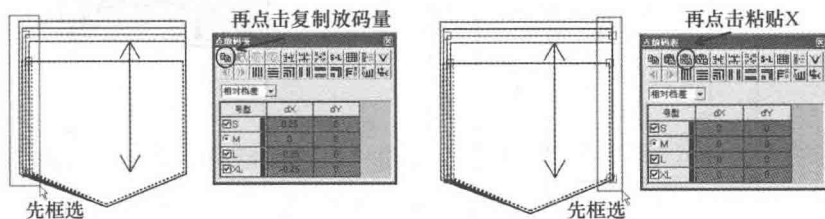

图5-36 复制粘贴放码量步骤1
(6) 用 【选择纸样控制点】工具先框选被复制放码的部位，点击复制放码量；再用 【选择纸样控制点】工具先框选要复制放码的部位，点击粘贴 X（图 5-36）。